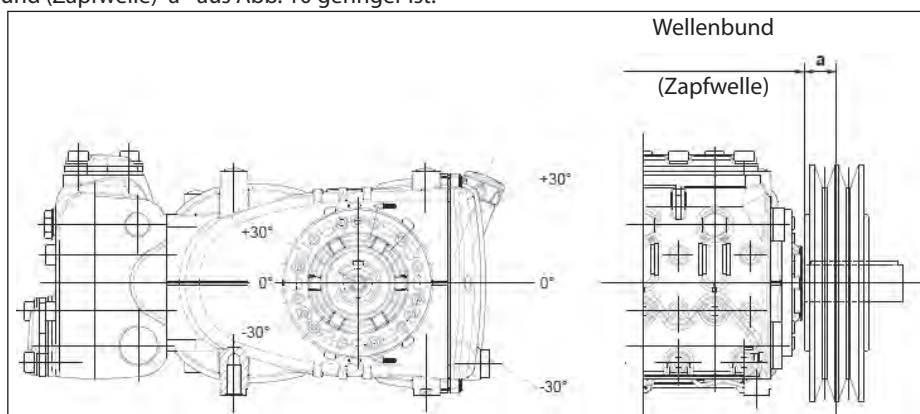

Abb. 10
Die radiale Belastung der Welle darf 3000 N (für die Definition der Anordnung erforderlicher Wert) nicht übersteigen. Der Antrieb gilt als richtig bemessen, wenn die Belastung bei einem maximalen Abstand  $a=30$  mm vom Wellenbund (Zapfwelle) angewandt wird, siehe Abb. 10.
- b) Verwenden Sie Hochleistungsriemen - zum Beispiel **XPB** statt **SPB** - da hierbei weniger Riemen bei gleicher Leistungsübertragung benötigt werden und der Abstand zum Wellenbund (Zapfwelle) "a" aus Abb. 10 geringer ist.
- e) Folgen Sie der Spannungsrichtung des Riemen lt. Angaben in Abb. 10. Wenden Sie sich bei anderen Anforderungen an die **technische Abteilung** oder den **Kundendienst**.